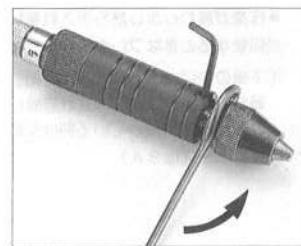

図5
- 注フレキシブルシャフト、ヘッド、先端工具を接続するときはスイッチを切り、電源を抜いてから接続をして下さい。(図5参照)